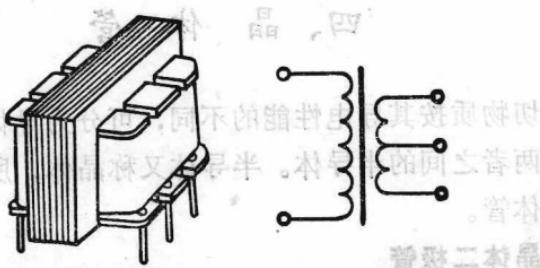

图1-11 输入、输出变压器的外形及符号
(4) 输入、输出变压器：此种变压器使用在低频放大电路中，其外形和在电路中的符号如图1-11所示，文字符号用B表示。输入、输出变压器在收音机电路中起低频信号的耦合、倒相、阻抗匹配等作用。